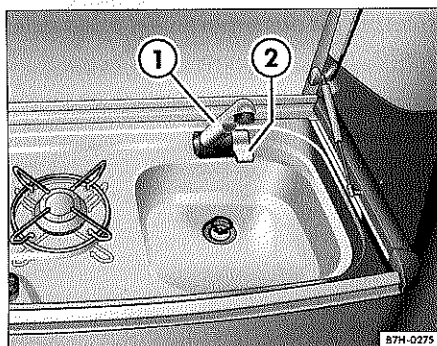

Fig. 36 Cocina con fregadero y grifo
- Levante el grifo ⇒ fig. 36 ① hasta la posición necesaria.
- Levante la palanca ② para conectar la bomba de agua. La bomba de agua no deberá funcionar nunca sin agua, pues de lo contrario podría averiarse.